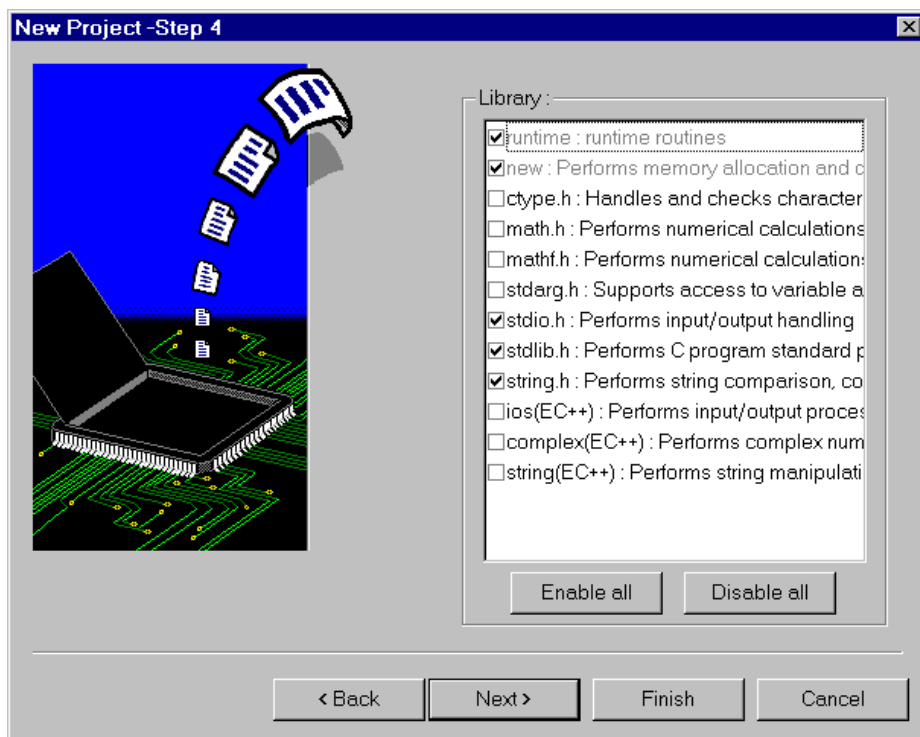

図 1.7 プロジェクトジェネレータの標準ライブラリ設定画面 ( Step4 )
Step3 画面で[Next >]をクリックすると、図 1.7に示す画面を表示します。